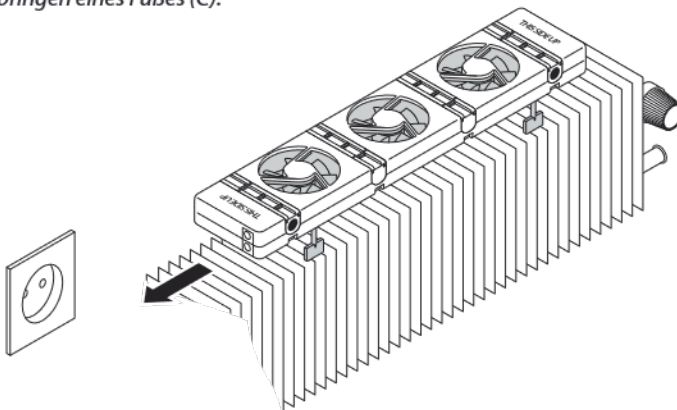

Abb. 9 - Position des SpeedComfort (A) auf dem Konvektor.
1. Befestigen Sie die **Füße (C)**, indem Sie sie in die **Schlitze (2)** des **SpeedComfort (A)** drücken.
2. Stellen Sie sicher, dass der **SpeedComfort (A)** nach oben weist und dass die **Anschlussbuchsen (1)** in Richtung der Steckdose weisen (siehe Abb. 9).
3. Platzieren Sie den **SpeedComfort (A)** oben auf den Konvektor und lassen Sie zwischen den Konvektorseiten und dem **SpeedComfort (A)** Platz, um die Geräuscentwicklung zu reduzieren (siehe Abb. 9). Der SpeedComfort kann auch auf dem Boden unterhalb des Konvektors platziert werden, wenn der Platz dafür ausreicht.
4. Ist der Konvektorblock aus magnetischem Material gefertigt, kann der **Temperaturfühler (E)** mit seinen Magneten einfach hierauf positioniert werden. Der Temperaturfühler kann für eine gute Wärmeübertragung auch zwischen zwei Platten des Konvektorblocks geklemmt werden. Der Fühler kann mit dem mitgelieferten Klettband an einem Kupferrohr oder an einer anderen nicht magnetischen Stelle befestigt werden.